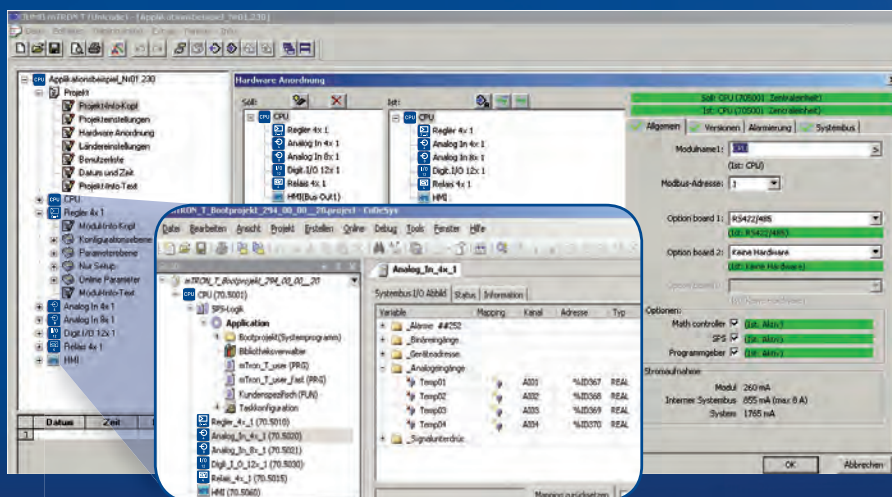

Рисунок 1
- автоматическое применение конфигураций оборудования в ПЛК ПО CoDeSys (рисунок 1)